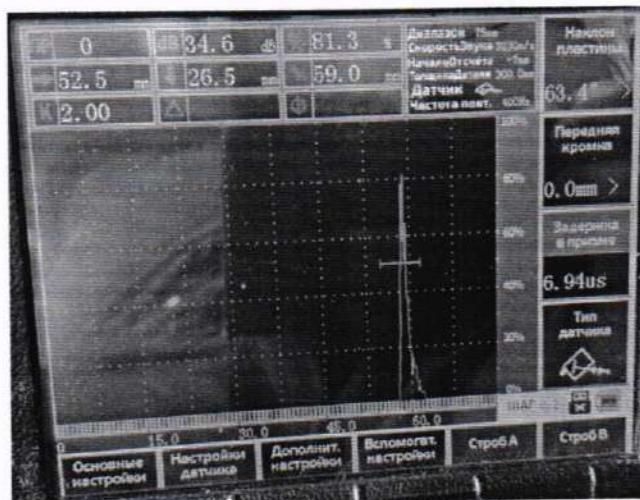

Рисунок 9
В меню (1-2-3) установить значение задержки, при котором показание индикатора №6 области отображения будет 59,0 мм. В меню (3-1-2) сохраните настройки в профиль (рисунок 9).
10.3.2.2.4 В меню (1-1-1) установите диапазон 125 мм. Нажмите кнопку «Стробы» параметрами (1-6-1, 1-6-2, 1-6-3) скорректируйте положение строба В чтобы он перекрывал верхнюю часть эхосигнала дефекта D1. Нажмите кнопку «АРУ», при необходимости скорректируйте положение строба (рисунок 9). Считайте измеренное значение с индикаторов